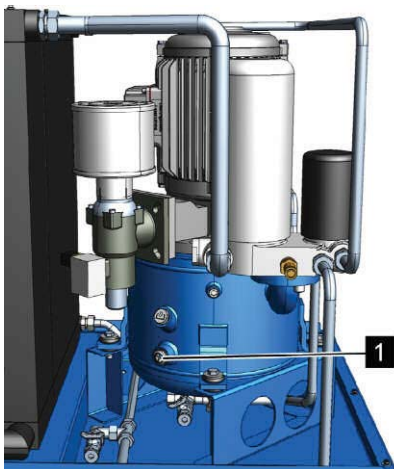

Рис. 27: Смотровое окно
3. Убедитесь в том, что смотровое окно (Рис. 27/1) полностью заполнено.